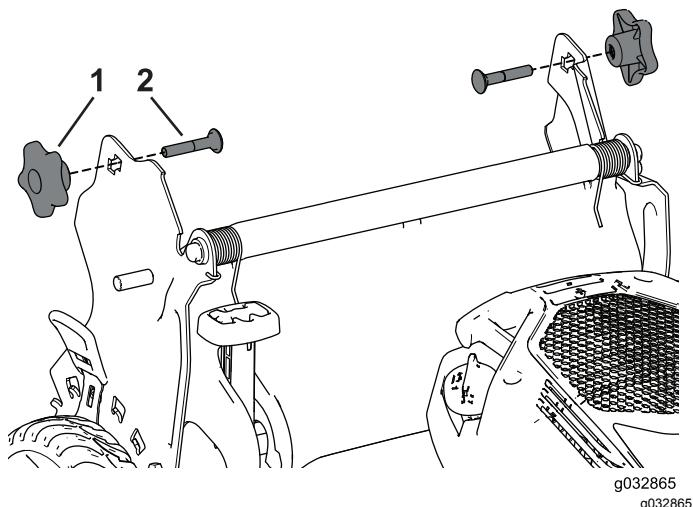

Figura 27
- 3. Inserte el perno de cuello cuadrado (con la cabeza del perno hacia el interior) a través del soporte del manillar y del orificio superior del extremo del manillar. Asegúrese de que los bordes cuadrados de cada perno de cuello cuadrado entre en el orificio cuadrado superior o inferior de su soporte del manillar relacionado (Figura 27).